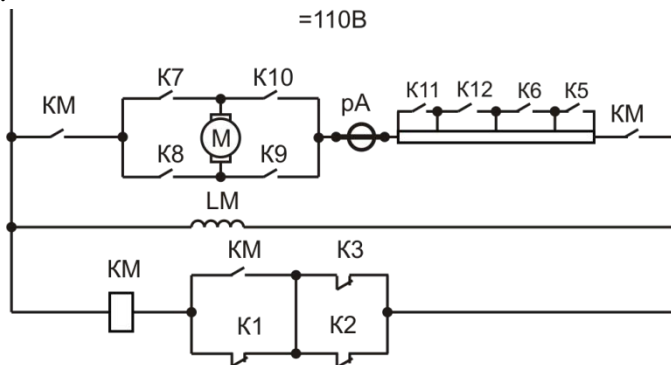

Рис. 3
4. Определить состав схемы (рис. 3), найти элементы схемы на щите. Составить таблицу замыканий контроллера. Собрать схему управления, проверить работу. Собрать силовую схему, проверить работу двигателя в процессе пуска. Продемонстрировать работу.